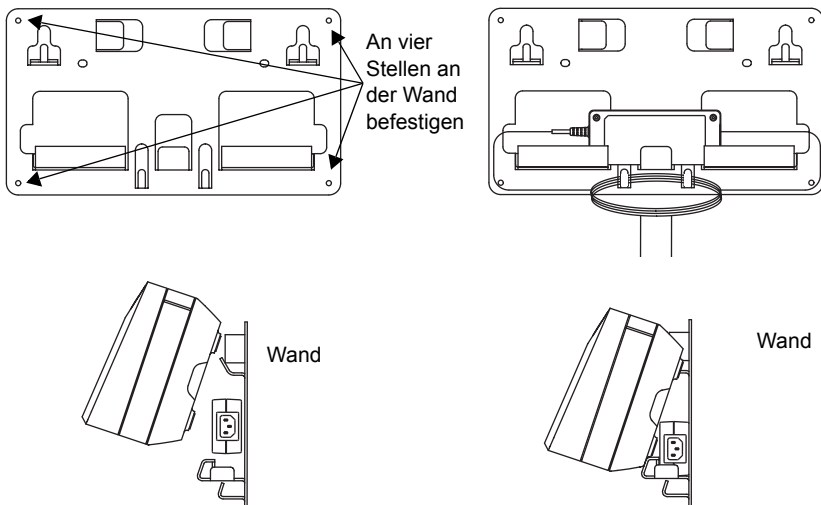

Abbildung 29: Montage des Mehrfachladegeräts an die Wandhalterung
4. Hängen Sie das Mehrfachladegerät wie in Abbildung 29 dargestellt in die Wandhalterung.